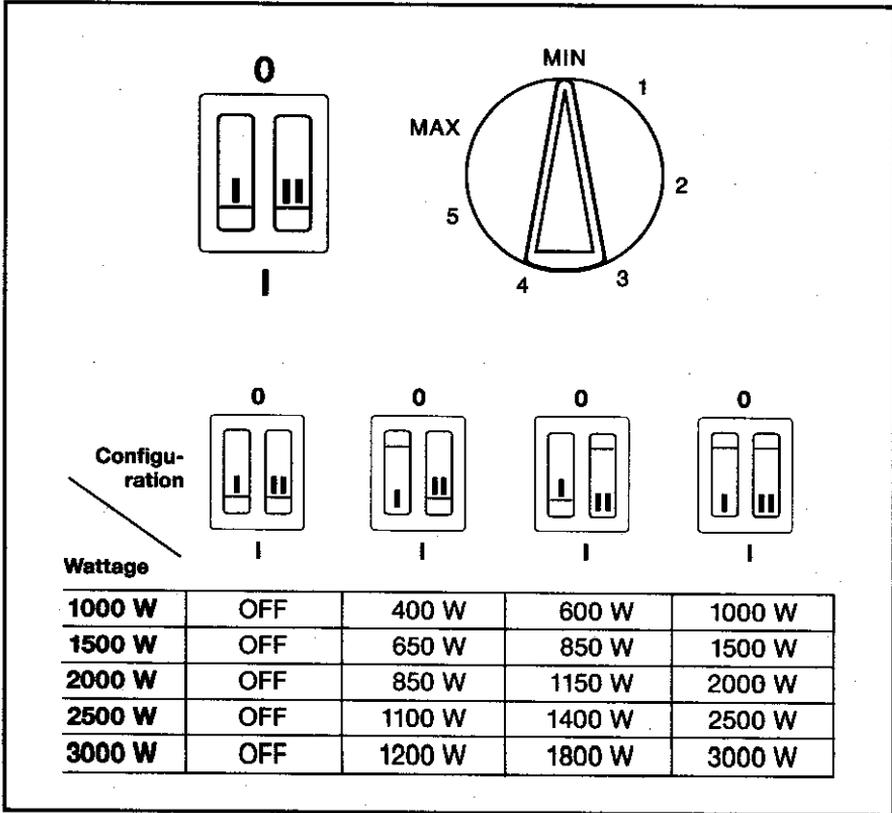

Fig. 3
On peut choisir une des positions de réglage du **sélecteur (A)** pour adapter l'efficacité de l'appareil aux besoins individuels de chaleur dans la pièce à chauffer (*fig. 3*).
Pour obtenir la température désirée, choisissez la puissance (*fig. 3*) et le thermostat (B) sur la position.
Lors d'une absence prolongée en hiver, on devrait placer le thermostat (B) à la position "MIN", ce qui permet de maintenir automatiquement la température ambiante à une valeur d'environ 6°C. Le sélecteur (A) doit alors se trouver à la position *fig. 3*.